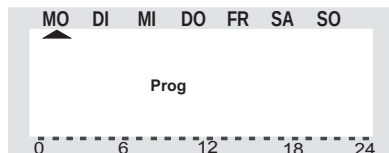

Bild 15
- Im LC-Display erscheint die Anzeige **"Prog"** und der Pfeil "▲" bei **"MO"** (Montag), siehe Bild 15.